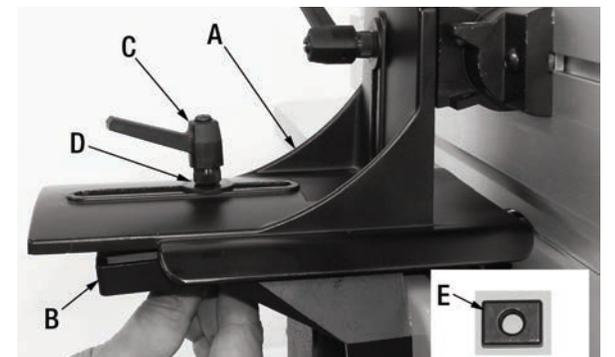

FIGURE 6
5) Déposez le support de montage (A) Fig.6 sur le bras de support du guide (B). Insérez la poignée de verrouillage (C), avec rondelle (D) à travers le trou du support de montage et du bras de support du guide. Vissez un écrou carré (E) avec le côté plat vers le haut sur la tige filetée de la poignée de verrouillage et ensuite serrez la poignée de verrouillage pour fixer le guide sur le bras de support.